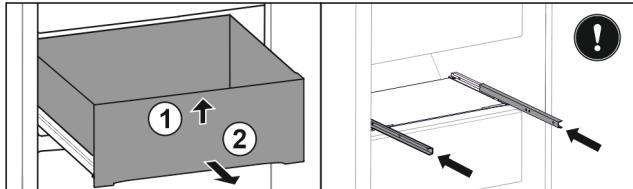

Fig. 98
- Приподнимите выдвижной ящик спереди. Fig. 98 (1)
- Извлеките выдвижной ящик движением вперед. Fig. 98 (2)